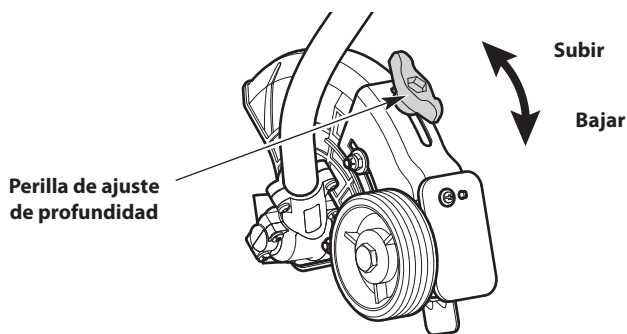

Fig. 6
1. Afloje la perilla de ajuste de profundidad (Fig. 6).